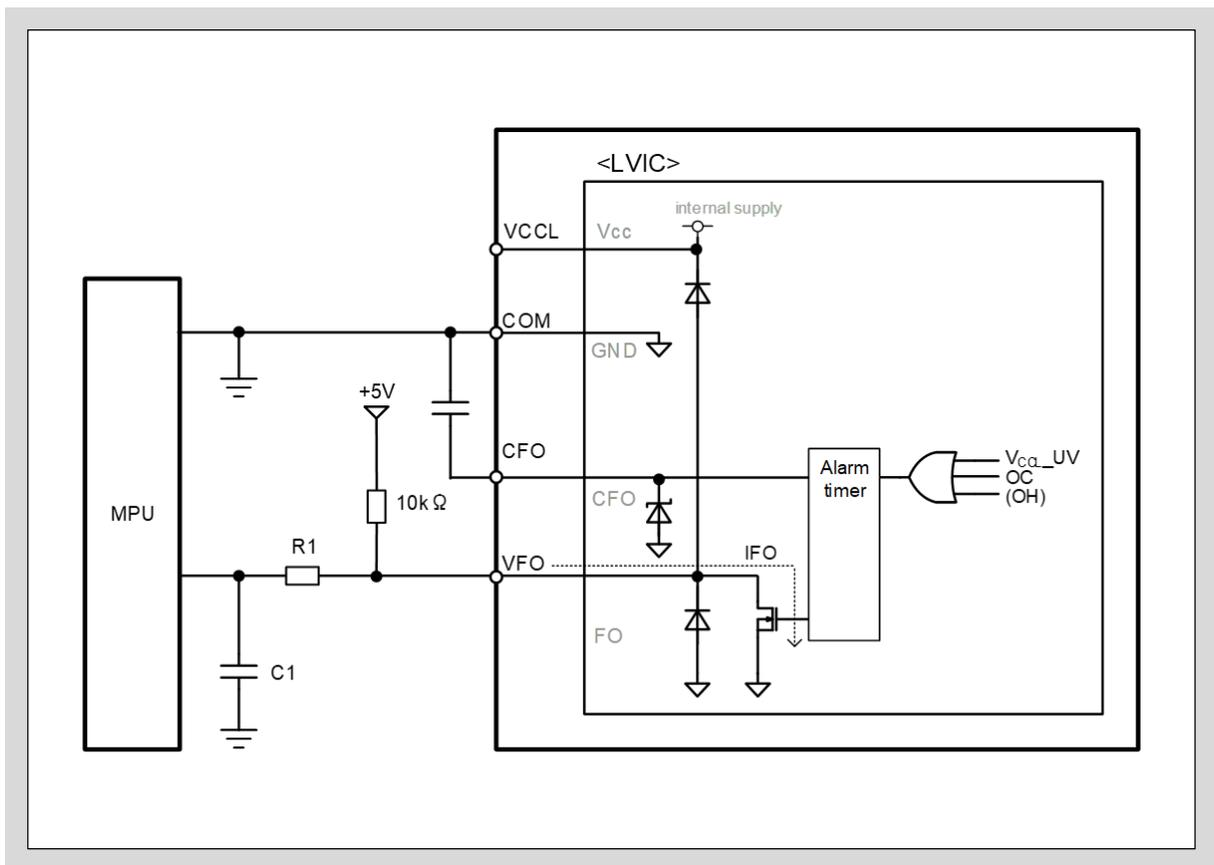
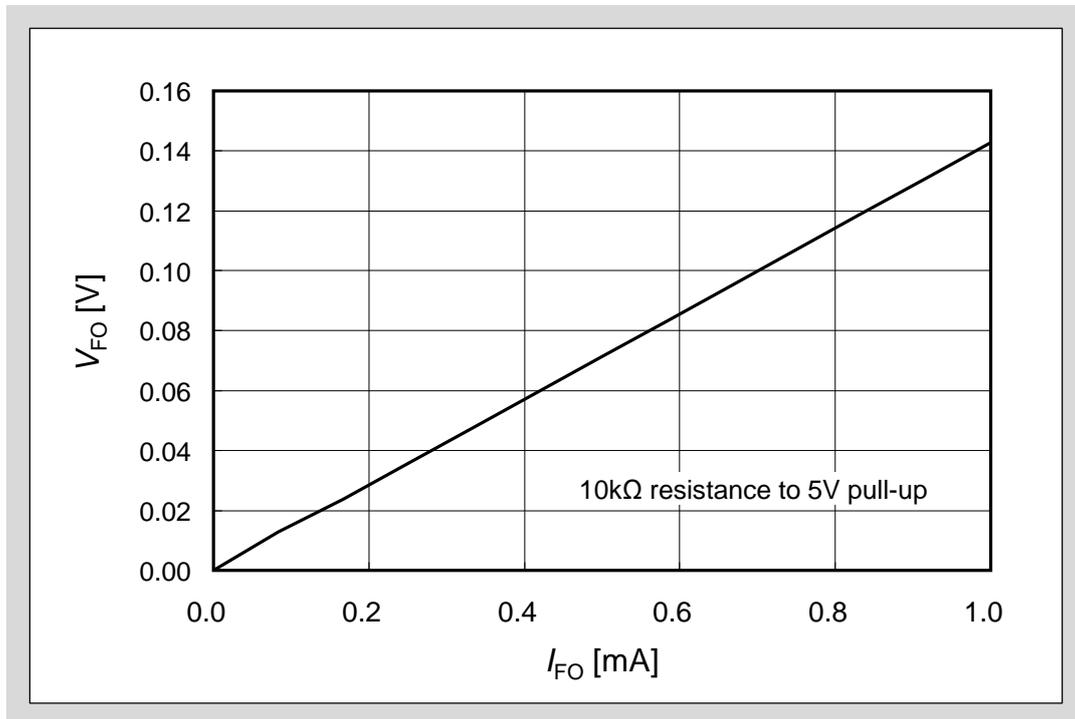

图3-21 VFO 引脚和 MPU I/O 的推荐连接电路
图3-22 报警输出时 VFO 引脚的 VI 特性
- 如图3-21所示，报警输出 VFO 引脚可以直接与 MPU 连接。VFO 引脚是开漏极输出，请使用10kΩ的外置上拉电阻和 5V 或者 3.3V 的逻辑控制用直流电源相连。此外，推荐在 MPU 连线时追加旁路电容C1和 5kΩ 以上的尖峰电流限流电阻。这些连线尽可能做到最短连接。
- 报警输出 VFO 在  $V_{CC_L}$  欠压保护 (UV)，过电流保护 (OC)，过热保护 (OH) 时输出报警。(过热保护仅内置于“6MBP\*\*XTC065-50”。)
- 报警输出脉宽 ( $t_{FO}$ ) 可以通过 CFO 引脚和 COM 引脚间的电容容量进行调整。电容为 22nF 时报警输出脉宽为2.4ms。 $t_{FO}C_{FO}(typ.) = t_{FO} \times (9.1 \times 10^{-6}) (F)$ 。
- 如图3-21所示， $V_{CC_L}$ -VFO 以及 VFO-COM 引脚间电气上有二极管相连。这些二极管是为了保护 IPM 免受浪涌电压影响而内置的。如果将其作为稳压管使用，可能会导致 IPM 损坏，因此请不要将其作为稳压管用于电压钳位。
- 图3-22是报警输出时 VFO 引脚的电压-电流特性图。 $I_{FO}$ 是图3-21所示 VFO 引脚的漏电流。